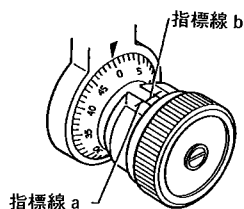

図21
- 1) ティルティングねじ指標及び目盛を0に合わせます。(図21)